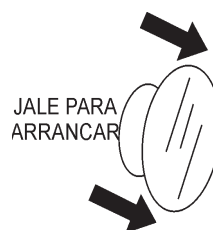

Figura 14. Botón del motor para arrancar/parar
5. Localizado en la parte trasera del armazón de la mezcladora esta el botón principal de **arranque/paro** (Figura 14). Jale este botón para arrancar el motor.